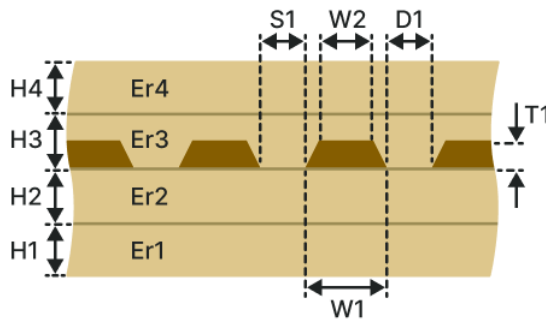

Рис. 170 Копланарная заглубленная ЛП (КЗ-2Н2В)
- Копланарная заглубленная ЛП (КЗ-2Н2В), см. Рис. 170.